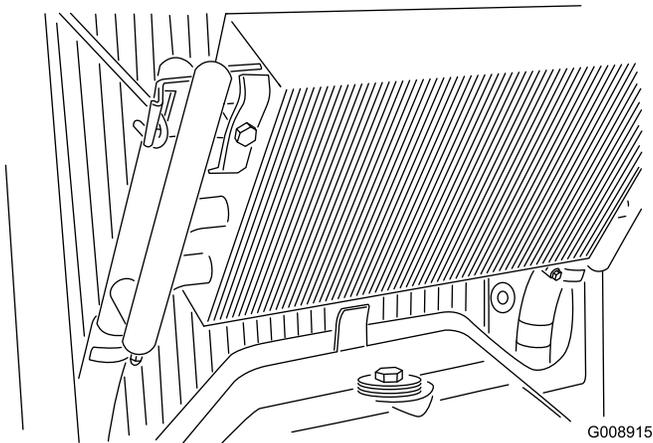

Figura 70
4. Desenganche el enfriador y gírelo hacia atrás (Figura 70).